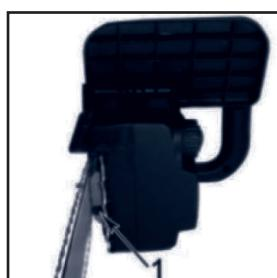

Рис.3
- Чтобы увеличить натяжение цепи пилы, возьмитесь за носок пильной шины и поверните внешнюю часть системы SDS (1) Рис.3. ПО ЧАСОВОЙ СТРЕЛКЕ. Поворот винта ПРОТИВ ЧАСОВОЙ СТРЕЛКИ позволит Вам ослабить натяжение.